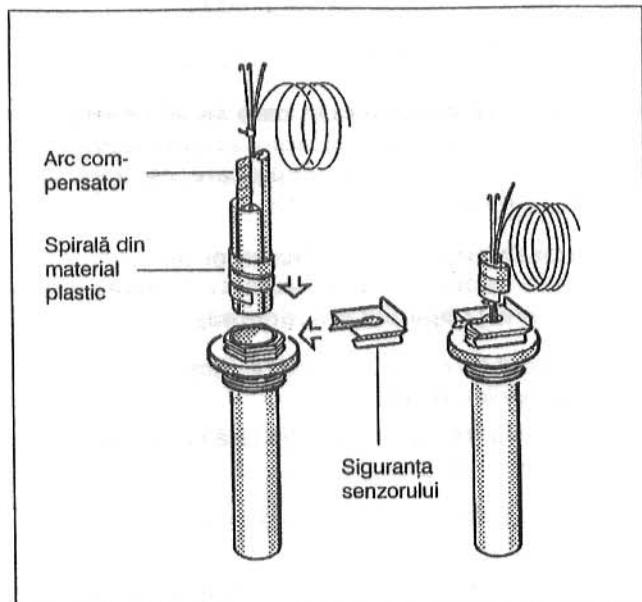

Fig. 10: Manșonul de imersie și senzorul temperaturii
- Senzorul temperaturii se introduce complet în manșonul de imersie. Spirala din material plastic se împinge atunci automat înapoi. Arcul de compensare trebuie să împins deasemenea în manșonul de imersie (Fig. 10).
- Siguranța senzorului (pachetul de livrare-aparăt de reglare) se presează lateral sau de sus pe capul manșonului de imersie (Fig. 10).